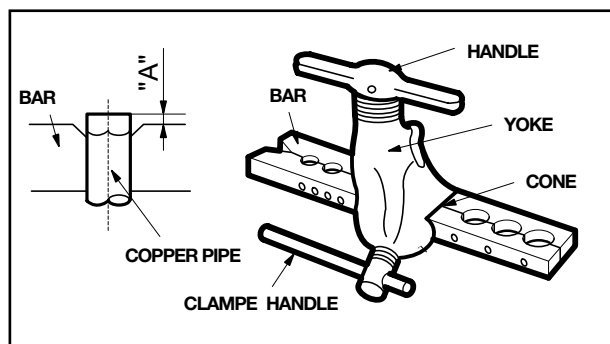

fig.15
4. Prepare the "bundles" (fig. 15)